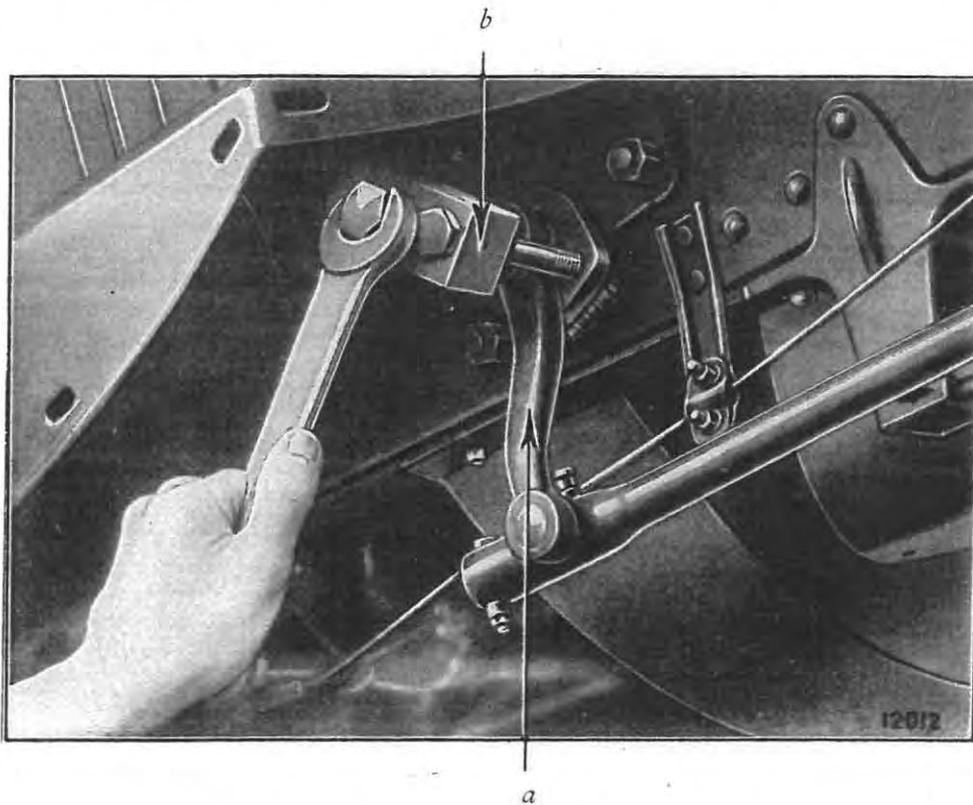

Fig. 72. — Démontage du levier de direction.
9. **Démonter le levier de direction (Fig. 72).**